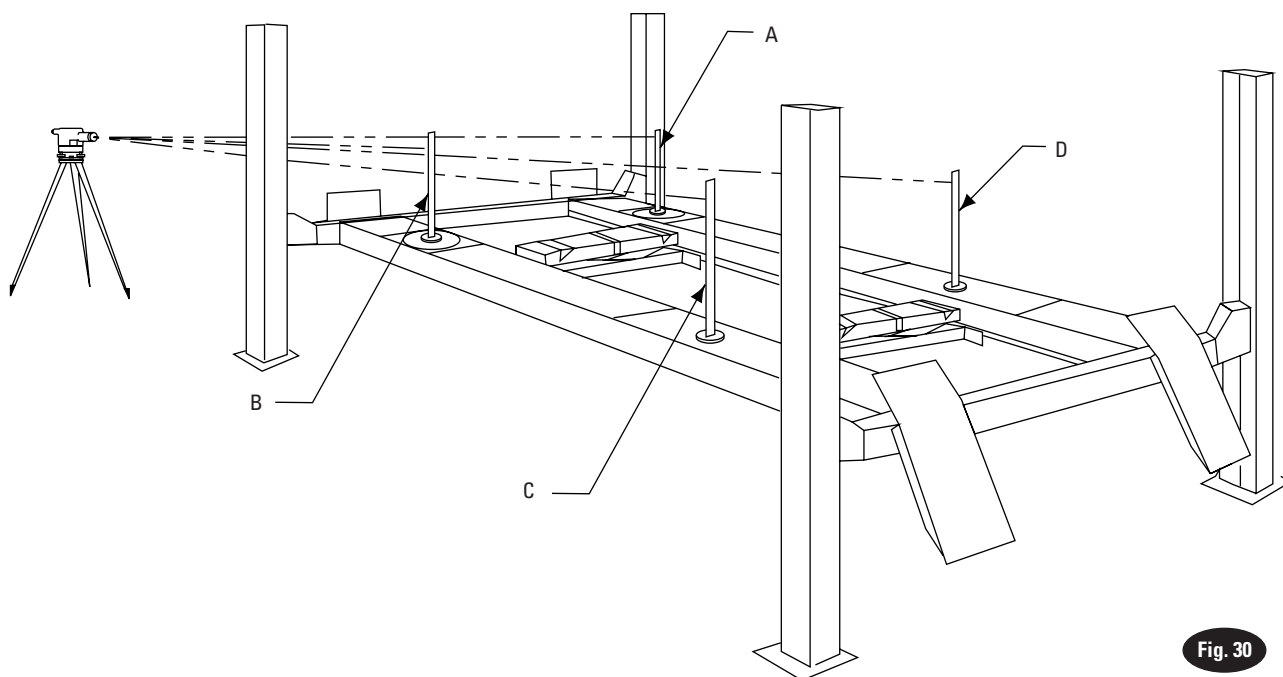

Fig. 30
- E. Luego, mueva el objetivo y colóquelo sobre el calibrador del radio de giro en el punto "B", Fig. 30.
- G. Ajuste la tuerca de ajuste en el perno de ajuste de la base del seguro de cierre en la cima de la columna en la posición "B", Fig. 30, aflojando la tuerca de seguridad y girando la tuerca de ajuste hasta que el cruce del Nivel se alinee a la marca de referencia en la escala objetivo.